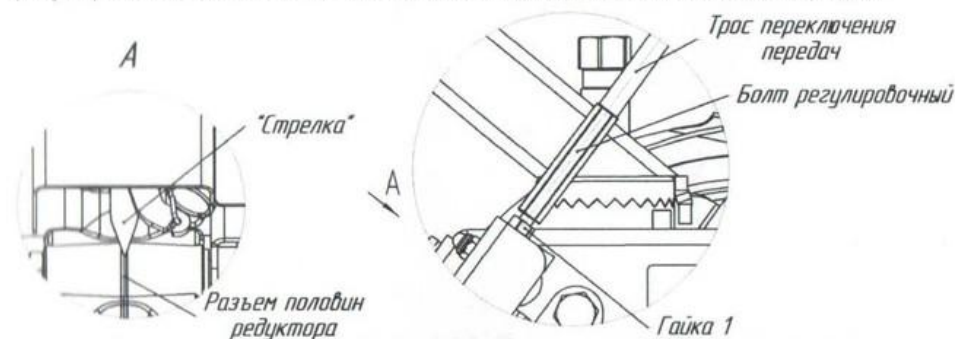

Рис.22 Регулировка переключения передач
2. Проверить расположение "стрелки" на редукторе, она должна указывать на разъем половин редуктора (рис.22).
3. Если "стрелка" смещена относительно разъема половин редуктора, то необходимо расконтрить Болт регулировочный отвернув Гайку 1 (рис.22).